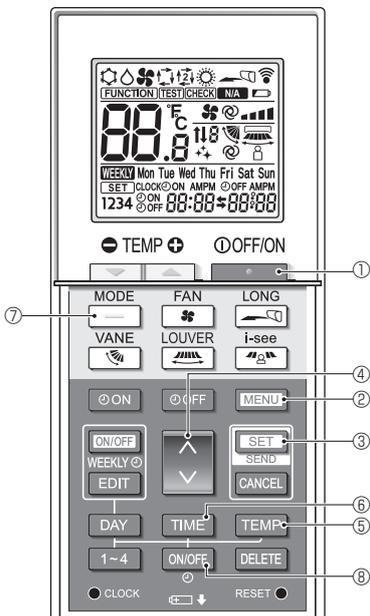

Fig. 6-9
2. Premere il pulsante **MENU**. Verrà visualizzata la schermata di impostazione Funzione e lampeggerà il n. di funzione A. (Fig. 6-9)